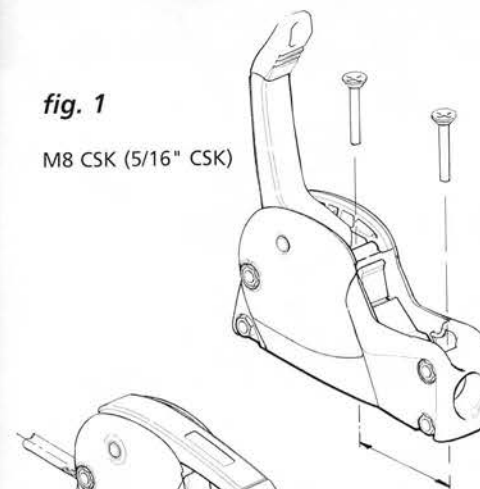

fig. 2
- The angle of the line from the clutch up to the winch drum, should not exceed 10° (Fig. 2). You can reduce this angle by increasing clutch to winch distance or raising the clutch using a wood or delrin (t.m.) pad.
- La partie du cordage entre le bloqueur et le winch peut être angulée jusqu'à 10° dans le plan horizontal et ne doit pas excéder 10° dans le plan vertical. (Fig. 2) L'angulation devant bien entendu être la plus faible possible. (Vous pouvez obtenir ceci en augmentant au maximum la distance entre le winch et votre bloqueur).